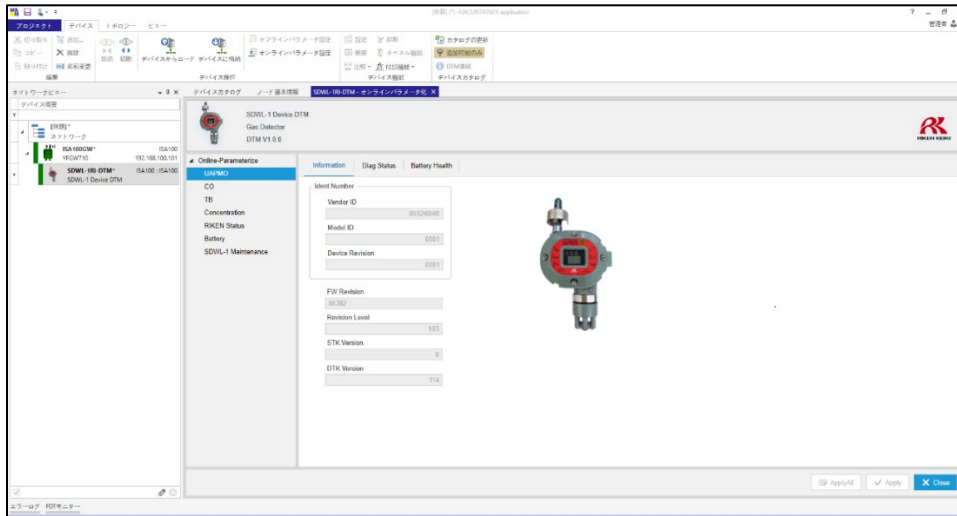

図 5-52 オンライン画面
- ⑭ DTM の起動が完了しますと、下図 5-52 の画面が表示されパラメータ読み込みが開始されます。以後、パラメータの確認や設定等が行えるようになります。